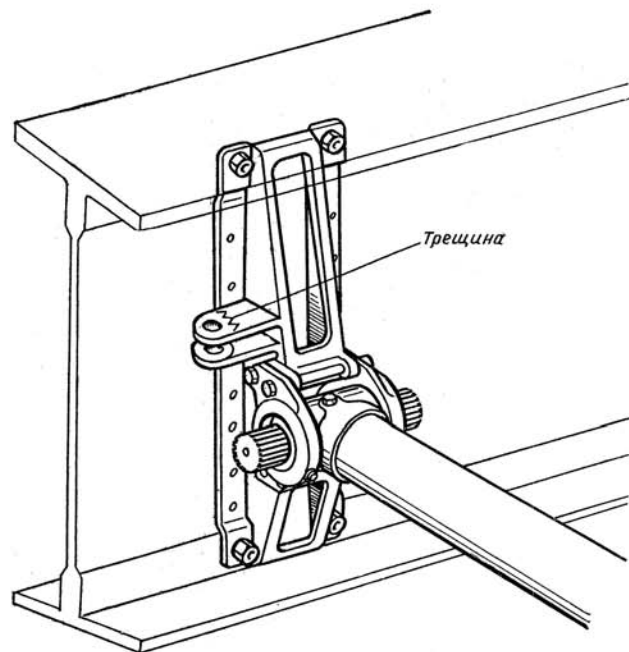
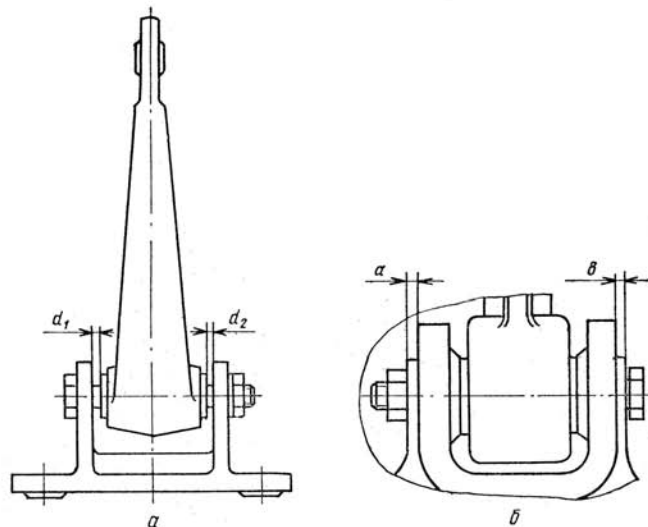

Рис. 49. Кронштейн на заднем лонжероне СЧК в районе нервюры № 8
Рис. 51. Установка качалки:
4.6. В отсутствии коррозии. 4.7. В отсутствии нарушения лакокрасочного покрытия. 4.8. В отсутствии трещин и деформаций, обратив особое внимание, нет ли трещин на ушках крепления промежуточной качалки управления элеронами у нервюры № 8 СЧК и нервюры № 18 ОЧК (рис. 49, 50) и на зону отверстий для крепления перемычек металлизации. Осмотр указанных зон повышенного внимания производите с помощью лупы 4—5 кратного увеличения. Допускаются к эксплуатации кронштейны крепления качалок управления элеронами, имеющие не более одной трещины на любой из перемычек крепежных отверстий. 4.9. Что осевой зазор в соединении качалка-кронштейн не превышает 0,4 мм. Допустимый суммарный зазор до оси болта $d_1 + d_2$ (осевой люфт в соединении качалка-кронштейн) не более 0,4 мм (рис. 51). На конце качалки люфт не контролируется.	Коррозию зачистите шлифовальной шкуркой № 5 до полного удаления и восстановите лакокрасочное покрытие, как указано в вып. 26 «Текущий ремонт самолета». Нарушенное лакокрасочное покрытие восстановите, как указано в вып. 26 «Текущий ремонт самолета». Детали, имеющие трещины или деформацию, замените. Если осевой зазор в соединении качалка-кронштейн более 0,4 мм, убедитесь в отсутствии деформации кронштейна. При наличии деформации кронштейн замените. При отсутствии деформации для приведения в соответствие допуска осевого зазора разрешается установка шайбы 3402А-S-7-14кд между кронштейном и качалкой ($S \leq \leq 0,5$ мм).
3.1. Убедитесь: 3.1.1. Что качалки вращаются на осях легко, без заеданий. Допускается суммарный зазор по оси болта $d_1 + d_2$ не более 0,4 мм (см. рис. 51). 3.1.2. Что при крайних и промежуточных отклонениях рулей качалки и тяги не соприкасаются между собой и с неподвижными деталями. 3.1.3. Что отсутствует деформация и повреждения тяг. Допускаются вмятины и потертости на тягах управления глубиной до 0,5 мм, прогиб тяги до 1 мм на длине 1 м 3.2. Проверьте зазоры между ушками качалок и вилками тяг в крайних положениях органов управления. Зазор между вилкой и ушком качалки в плоскости их вращения допускается не менее 3 мм (см. рис. 47), а зазор между вилкой тяги и ушком качалки в плоскости, перпендикулярной плоскости их вращения, допускается не менее 0,5 мм (см. рис. 48).	При наличии заеданий промойте подшипник качалки ветошью № 12, смоченной бензином для промышленно-технических целей, до полного удаления смазки. Смажьте подшипник свежей смазкой ЦИАТИМ-201. Если после этого заедания не устранились, замените подшипник в качалке или качалку с подшипником (в сборе). При наличии касания тяг выясните причину и устраните. Тяги, имеющие вмятины и потертости глубиной более 0,5 мм, прогиб более 1 мм на длине 1 м, замените. Глубину вмятин и потертостей измеряйте приспособлением для измерения глубины штрихов, рисков, забоин (см. Приложение 1 к ГОСТ 8.113—74). При отклонениях от указанных зазоров перемонтируйте соединения.